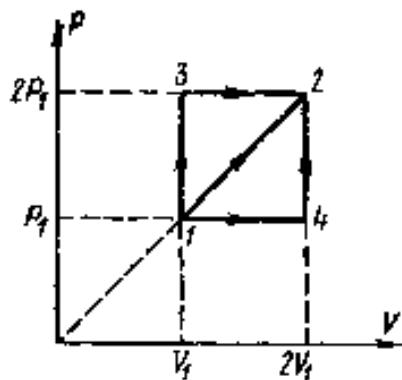

Рис. 2.
6. 1 кг идеального газа с удельной объемной теплоемкостью $c_v=2,5R$ три раза обратимо переводится из состояния 1 в состояние 2 в результате поочередного выполнения трех различных термодинамических процессов: 132, 142 и 12 (рис. 2.). Найти количества теплоты q_{132} , q_{142} , q_{12} , получаемые газом в ходе каждого из этих процессов. Найти удельную теплоемкость c_{12} газа для процесса 12. Все результаты выразить через газовую постоянную R и температуру T_1 газа в состоянии 1.